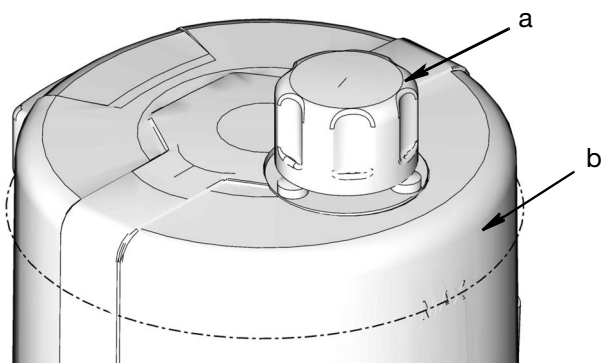

FIG. 14
- Ne remplissez pas trop (FIG. 14).